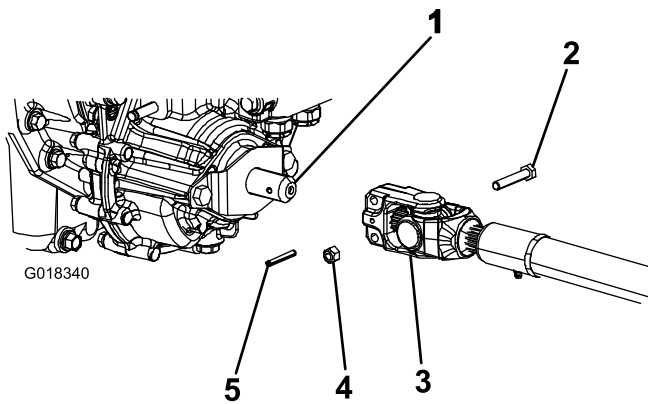

図 4
3. PTO駆動シャフトを機体前部の下に置く。駆動シャフトのスリップシャフトヨーク (図 4) がトランスミッションのPTOシャフトを向いていることを確認する。